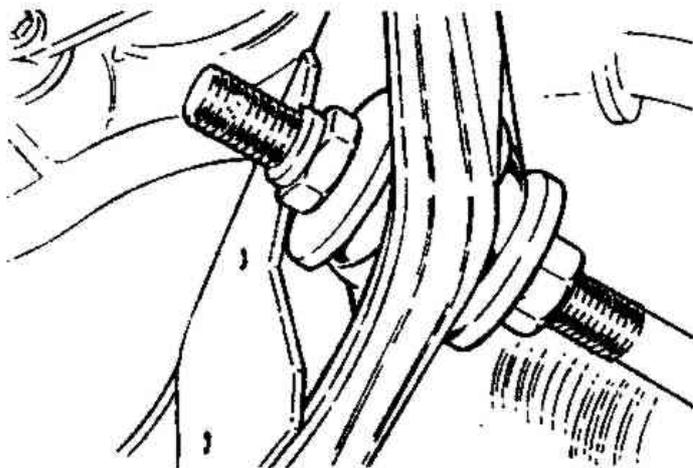

Рис. 11.13. Концевое крепление растяжки (Разд. 15)
5. Снимите втулку и дистанционную шайбу с конца растяжки, имеющего резьбу. Снимите растяжку (Рис. 11.13).